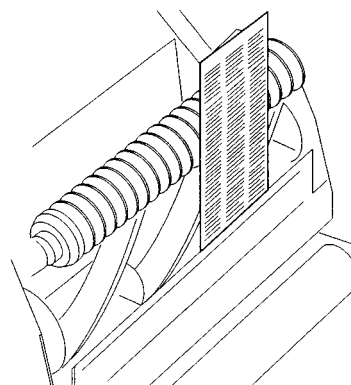

Bild 3
2. Das Schneidwerk nach hinten kippen, um Zugang zur Spindel und zum Untermesser zu erhalten (Bild 3).